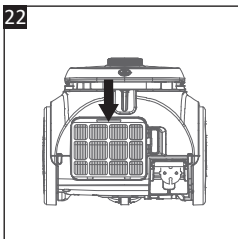

Fig. 22
3. Apăsați în jos clema din partea de sus a filtrului de evacuare a aerului (24) pentru a-l scoate din aspirator (**Fig. 22**).